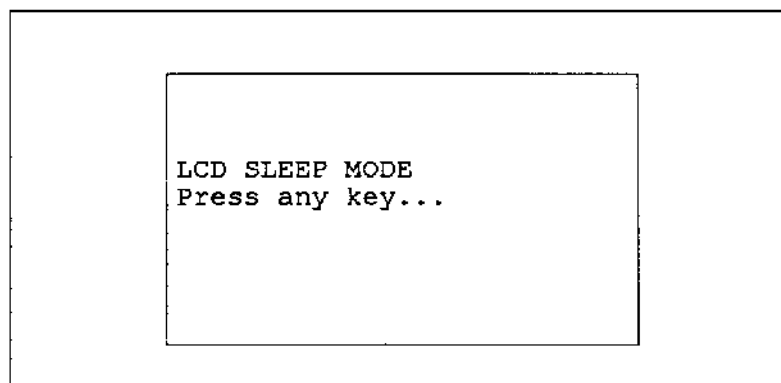

図 5-10 : SLEEP を選択した後の表示画面
2. [F3]を押して SLEEP を選択します。図 5-10 のような画面が表示されます。